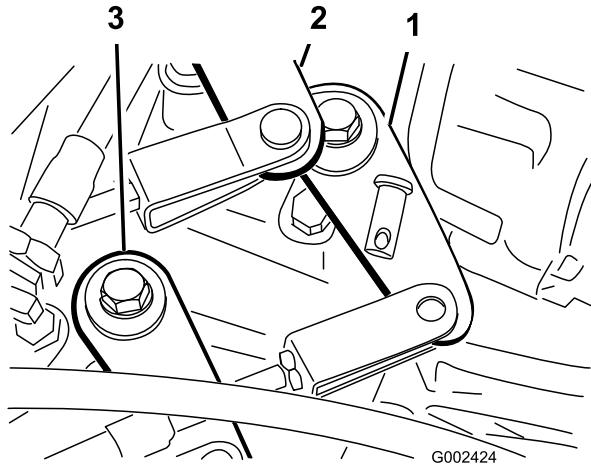

Figura 52
2. Desmonte os passadores que fixam os cabos aos braços de comando da transmissão (Figura 52).
1. Retire o passador que prende o cabo de gama alta/baixa à transmissão (Figura 52).